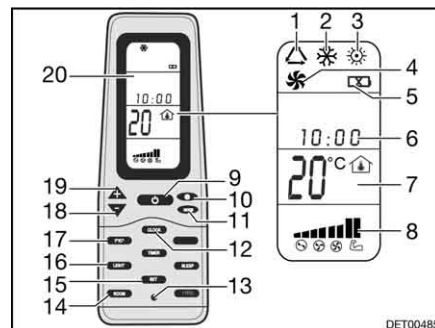

Bild 136 Fjärrstyrning
- Tryck på knappen ON/OFF (Bild 136,9).
- Tryck så många gånger på knappen "Mode" (Bild 136,11) tills önskad driftstyp (Bild 136,1, 2, 3 eller 4) visas på displayen (Bild 136,20).
- Ställ in önskad temperatur med knapparna "+" (Bild 136,19) och "-" (Bild 136,18).
- Med knappen Fläktvarvtal (Bild 136,10) väljs önskad fläktkapacitet.